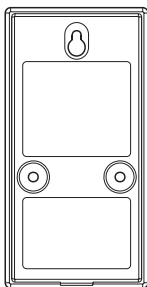

Figura 5
- Coloque el tornillo del orificio de alineación en la pared dejando 3 mm (1/8 de pulgada) de la rosca del tornillo sin apretar (vea la Figura 5).